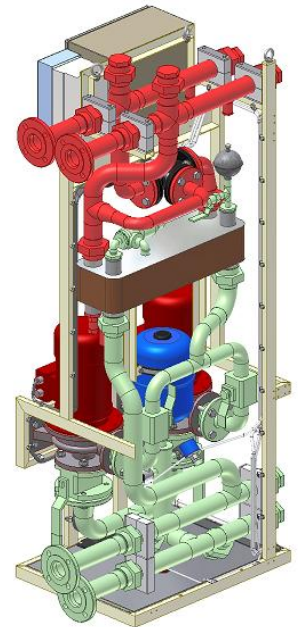

Abbildung 2.2-1
- Primärkreis, HXM120-PS001 (grüner Bereich in Abbildung 2.2-1)
- Sekundärkreis, HXM120-PS002 (roter Bereich in Abbildung 2.2-1)